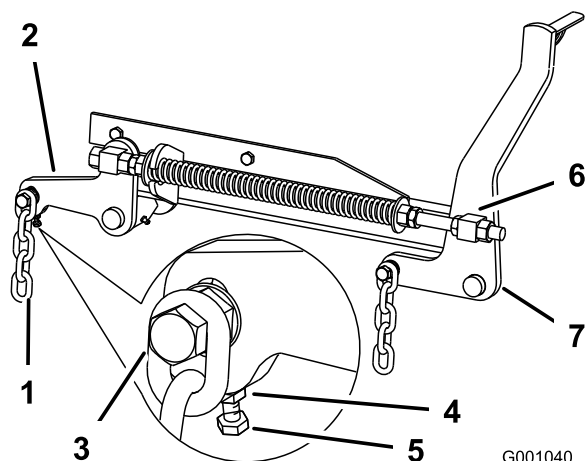

Figura 100
7. Si las medidas realizadas en las posiciones **B** o **C** no son correctas, afloje el perno que fija la cadena trasera al brazo de soporte trasero (Figura 100).
- Afloje la contratuerca situada debajo del brazo de soporte trasero y ajuste el perno de ajuste hasta obtener una medida de 80 a 83 mm ($3\frac{1}{8}$ " a $3\frac{1}{4}$ "); consulte Figura 100.
- Afloje las contratuercas del pivote delantero, en la parte delantera de los pivotes derecho e izquierdo, unos 13 mm ($\frac{1}{2}$ ") (Figura 100).
- Ajuste las tuercas de elevación en el lado izquierdo y derecho de la máquina hasta obtener una distancia de 6 a 10 mm ($\frac{1}{4}$ " a $\frac{3}{8}$ ") menos en la parte delantera en **A** que en la parte trasera, en **B** (Figura 100).